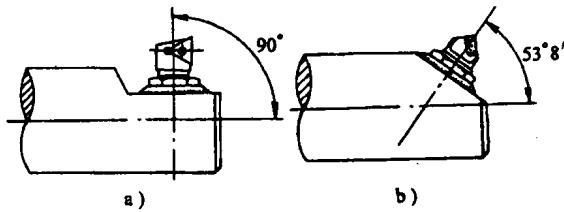

图 3-29 微调镗刀的安装形式
(2)微调镗刀安装形式 微调镗刀的安装形式有直线型和倾斜型两种,倾斜型的夹角通常为 $53^{\circ}8'$,因为 $53^{\circ}8'$ 的正弦值为 0.8,在刻度盘上标注刻线方便,读数直观,见图 3-29。